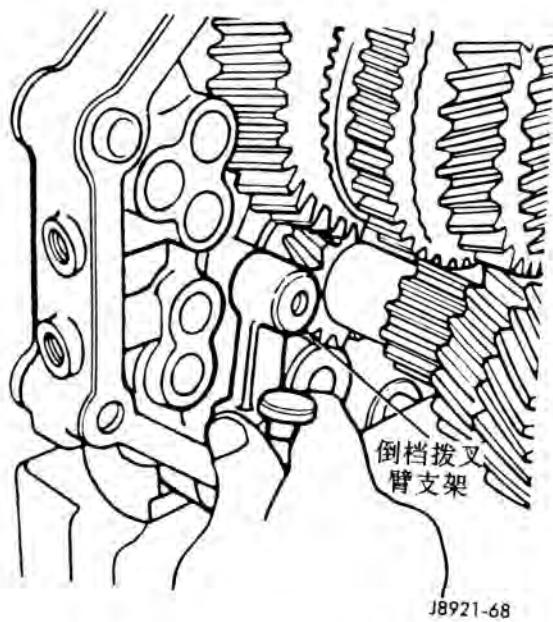

图 68 安装倒档拨叉臂支架
(23) 安装倒档拨叉臂支架 (图 68)。紧固固定螺栓，拧紧扭矩为 18 牛顿米 (13 磅英尺)。